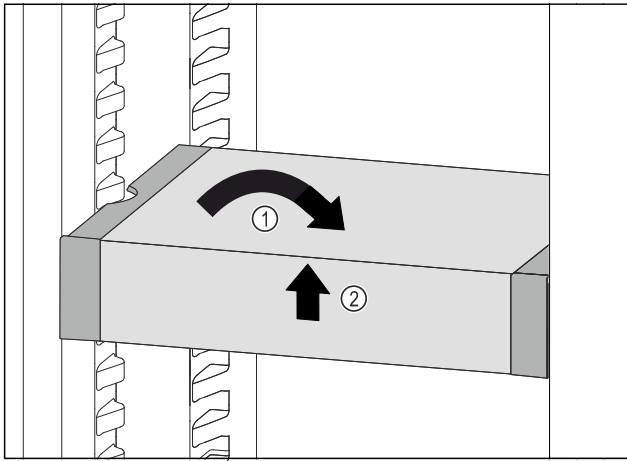

Fig. 111
- ▶ VarioSafe gerade stellen. Fig. 111 (1)
- ▶ VarioSafe vorne anheben. Fig. 111 (2)